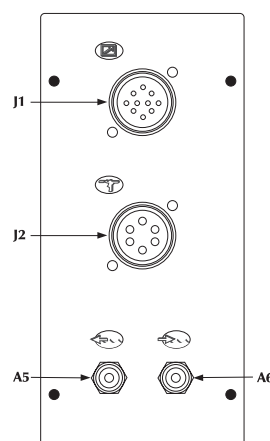

Fig. 20
- Tilslut kabelbundet til stikkontakten D2/J3 (fig. 20) og rørene for kølevæsken, hvis dette anlæg anvendes, til stikkontakterne A3/A4.
- Tilslut gasrøret til tilslutningen på 1/4 tommer bagpå (fig. 20);